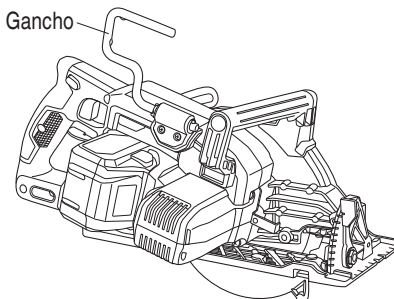

Fig. 19
- (1) Aleje el gancho del cuerpo de la sierra para colgar la sierra de una viga, vigueta u otro soporte elevado. (Fig. 19)